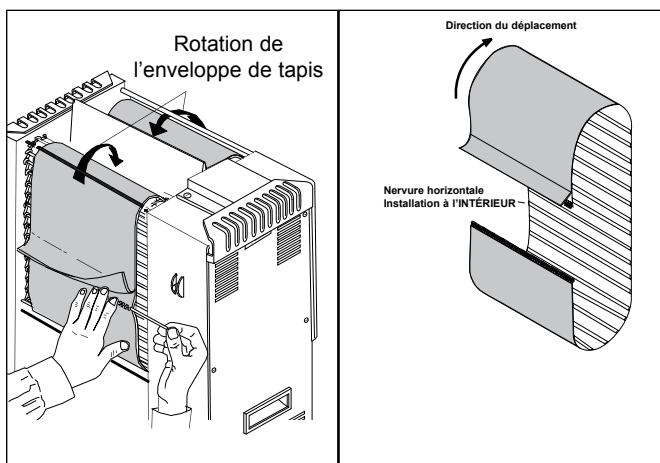

Figure 15. Installation correcte de l'enveloppe de tapis
2. Installez les nouvelles enveloppes de tapis en laissant pendre le rabat de charnière avec les traits ondulés tournés vers l'extérieur, comme illustré à la figure 15.
Assurez-vous que les extrémités de l'enveloppe de tapis sont alignées comme illustré à la figure 15 sous peine d'endommager l'enveloppe.